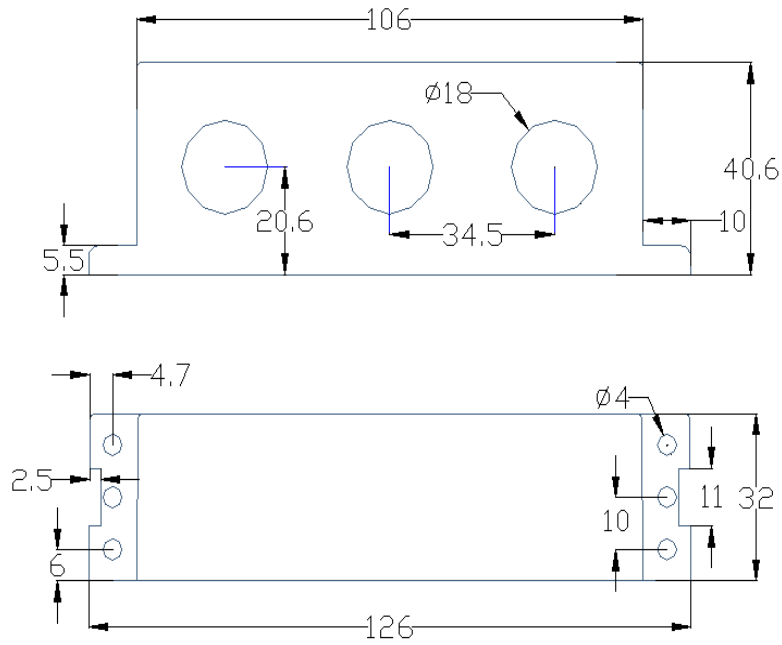

图 6 100A 及以下规格电流互感器外形尺寸
5.4.1 100A 及以下规格电流互感器外形尺寸如图 6 所示 (单位: mm):